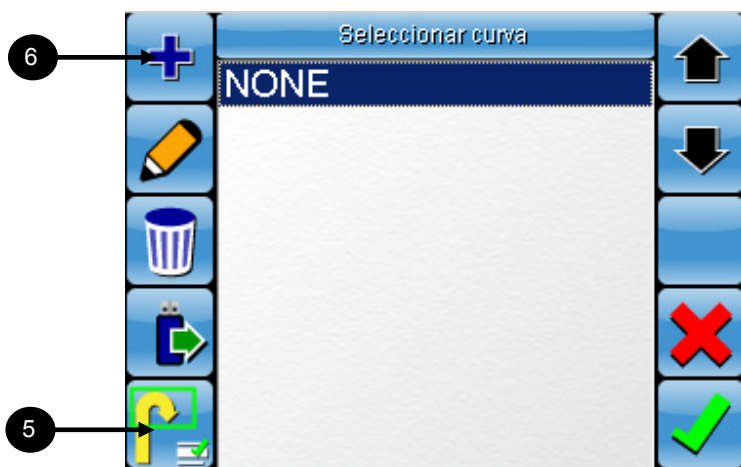

Figura 9-11. Cree un archivo nuevo de curvas adaptables
5. Seleccione  (figura 9-11) para seleccionar el modo de curvas adaptables. Consulte la página 9-10 para obtener instrucciones sobre cómo seleccionar y utilizar el modo de curvas adaptables.
La opción "Modo" (figura 9-11) en Curvas adaptables sólo está disponible cuando utiliza la dirección automática con el receptor AGI-3. La página 6-18 incluye más información sobre estos modos de curvas adaptables.
6. Seleccione  (figura 9-11) para crear un nuevo archivo de patrón de guiado de curvas adaptables.
Volverá a la **pantalla de selección de curvas** (figura 9-11). Siga los pasos 6 a 8 de la página 9-7 y siga los pasos que se describen a continuación.
Volverá a la *pantalla de selección de curvas* (figura 9-11). Siga los pasos 6 a 8 de la página 9-7 y siga los pasos que se describen a continuación.
Volverá a la *pantalla de selección de curvas* (figura 9-11). Siga los pasos 6 a 8 de la página 9-7 y, luego, siga el procedimiento desde el paso 3 en la página 9-15.